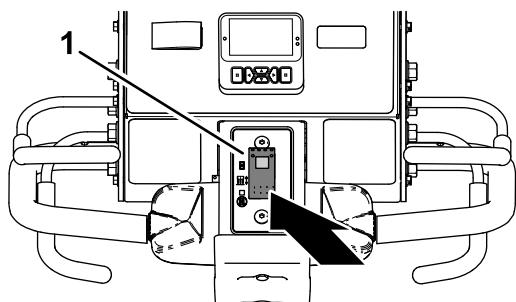

図 86
- 降下コントロールスイッチ 図 86の下部を押して 遅延なし降下位置にする。